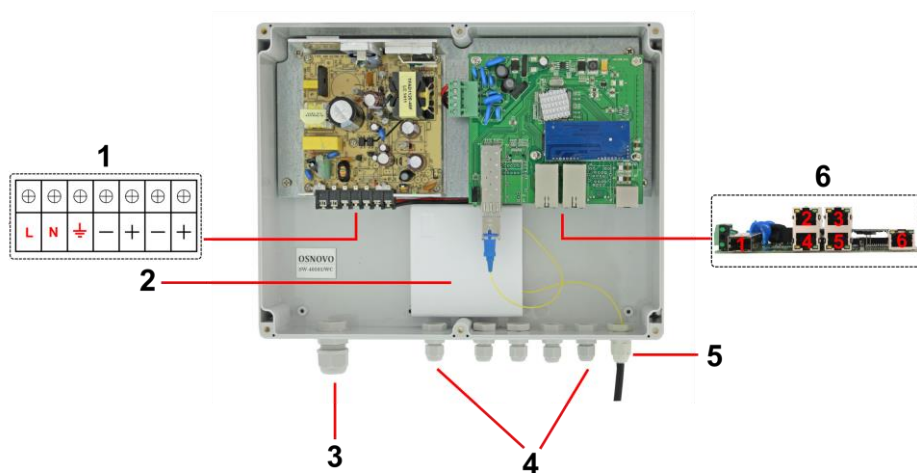

Рис. 4 Подключение уличного коммутатора SW-40501/WC
1. Проденьте кабели витой пары через соответствующие отверстия гермовводов (4) снаружи внутрь бокса (рис.4).